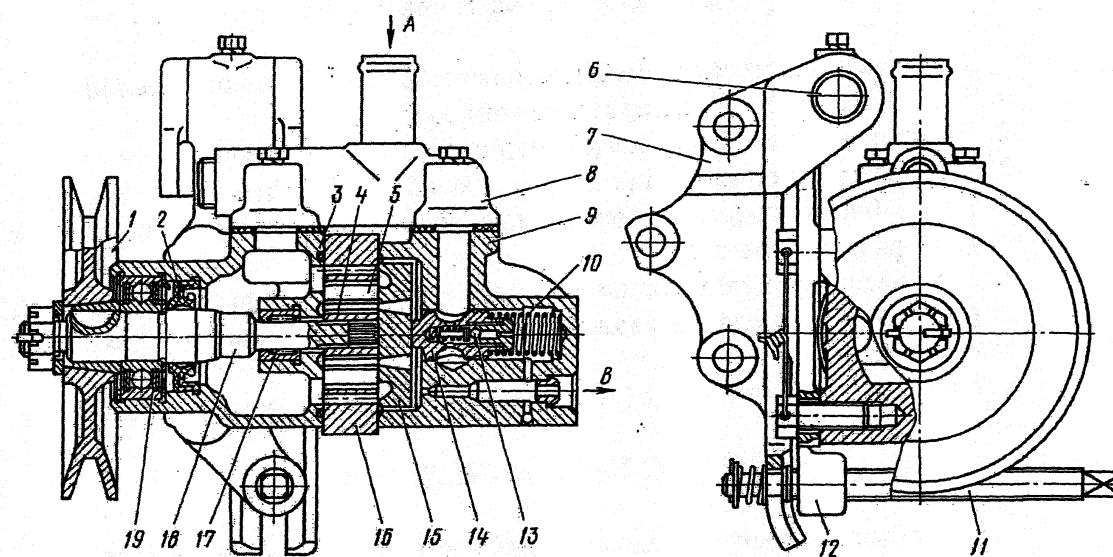

Рис. 60. Насос гидроусилителя:
Насос гидроусилителя (рис.60) лопастного типа, двойного действия (за один оборот вала насоса совершаются два полных цикла всасывания и два нагнетания).
Вывернуть болты крепления коллектора 8 (см. рис.60) насоса, снять коллектор и прокладки.
1. Запрессовать в гнездо корпуса 3 (см. рис.60) насоса игольчатый подшипник 17 до упора и манжету 2.